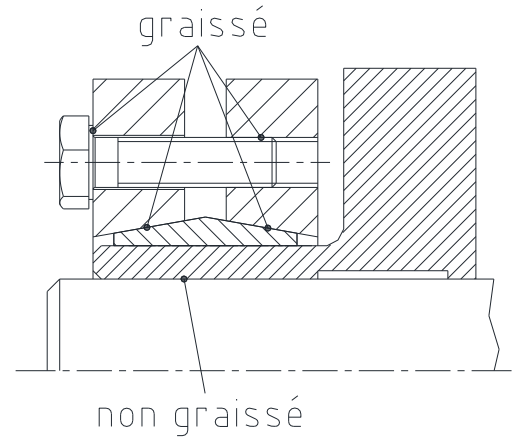

Fig. 4 : Nettoyage/Graissage des surfaces
**Les bagues de serrage salies ou déjà utilisées doivent être démontées et nettoyées. À la fin, graisser les parties coniques et les filets avec du Molykote MoS2 (fig. 4). Pour un entretien plus général, utiliser le Molykote G Rapid.**
- Nettoyer et dégraisser les surfaces de contact moyeu/arbre creux et arbre (Fig. 4).
**Les contacts entre arbre et alésage du moyeu (ou arbre creux) ne doivent être ni graissés ni huilés (Fig. 4).**